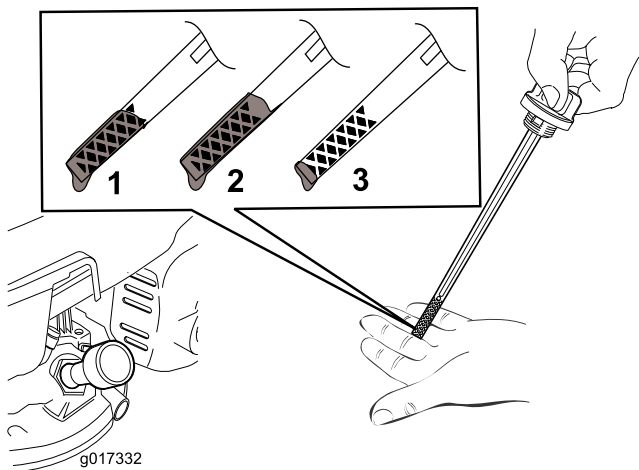
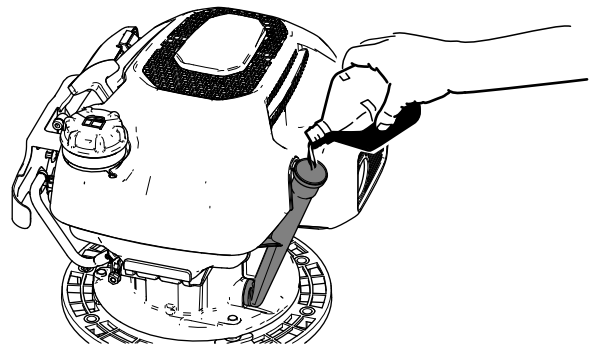

Bild 34
Bild 35
5. Wenn der Ölstand nahe oder unter der unteren Grenzmarkierung am Ölpeilstab (Bild 34) liegt, gießen Sie langsam das angegebene Motoröl in den Öleinfüllstutzen (Bild 35) und warten Sie 3 Minuten.
5. Legen Sie eine Auffangwanne neben dem Mähwerk an der Öleinfüllstutzenseite der Maschine und auf den Boden (Bild 35).
- Gießen Sie das angegebene Motoröl langsam in den Öleinfüllstutzen (Bild 35) und warten Sie 3 Minuten.